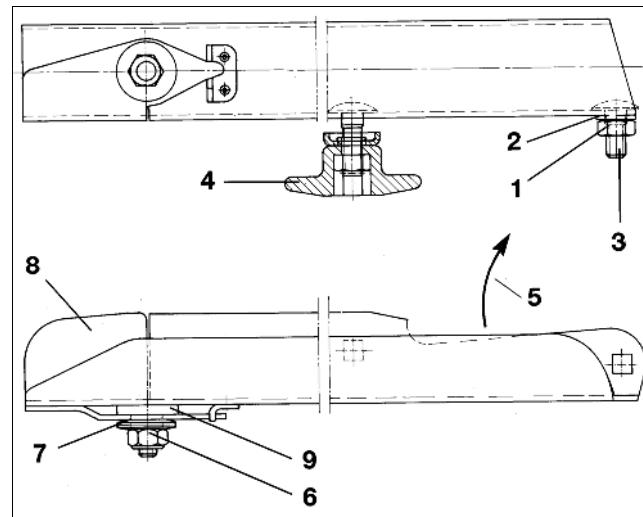

Рис. 54
- Открутите самостопорящуюся гайку (Рис. 54/1).
- Снимите подкладную шайбу (Рис. 54/2) и винт с полукруглой низкой головкой (Рис. 54/3).
- Отвинтите барашковую гайку (Рис. 54/4) и замените распределяющую лопасть.
- Самотормозящуюся гайку (Рис. 54/1) затяните так, чтобы распределяющая лопасть могла перемещаться рукой.
Следите за правильным монтажом распределяющих лопастей. Открытая сторона U-образной распределяющей лопасти должна быть обращена в направлении вращения (Рис. 54/5).
- Отвинтите самостопорящуюся гайку (Рис. 54/6) и снимите все тарельчатые пружины (Рис. 54/7).
- Замените поворотную пластину (Рис. 54/8).
- Затяните самостопорящуюся гайку (Рис. 54/6) с крутящим моментом 6 - 7 Нм, так чтобы поворотная пластина могла проворачиваться рукой, но при эксплуатации не смешалась вверх самостоятельно.
Обращайте внимание на пластиковую шайбу (Рис. 54/9) между распределяющей лопастью и поворотной пластиной.